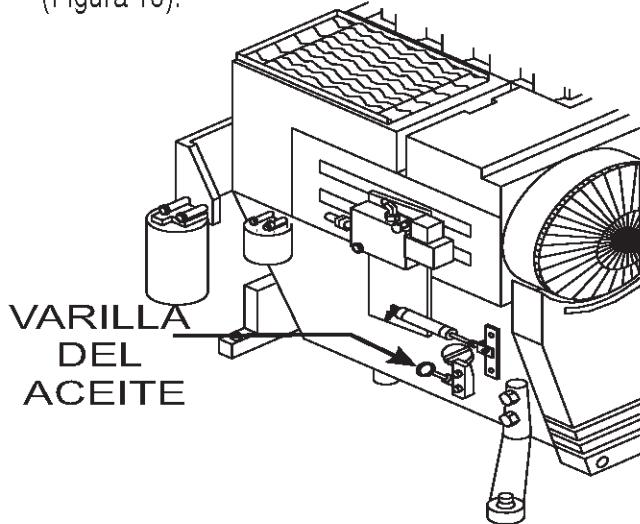

Figura 10. Varilla medidora del aceite
- Retire la varilla medidora del aceite de su base (Figura 10).